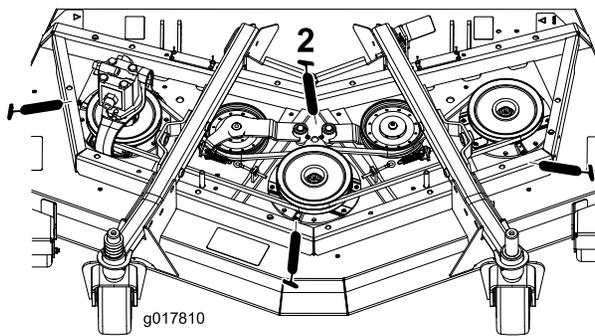

Figura 38
- 3 cuscinetti dell'asse del mandrino – situati sotto la puleggia (Figura 38)
- 2 boccole orientabili del braccio di rinvio (Figura 38)